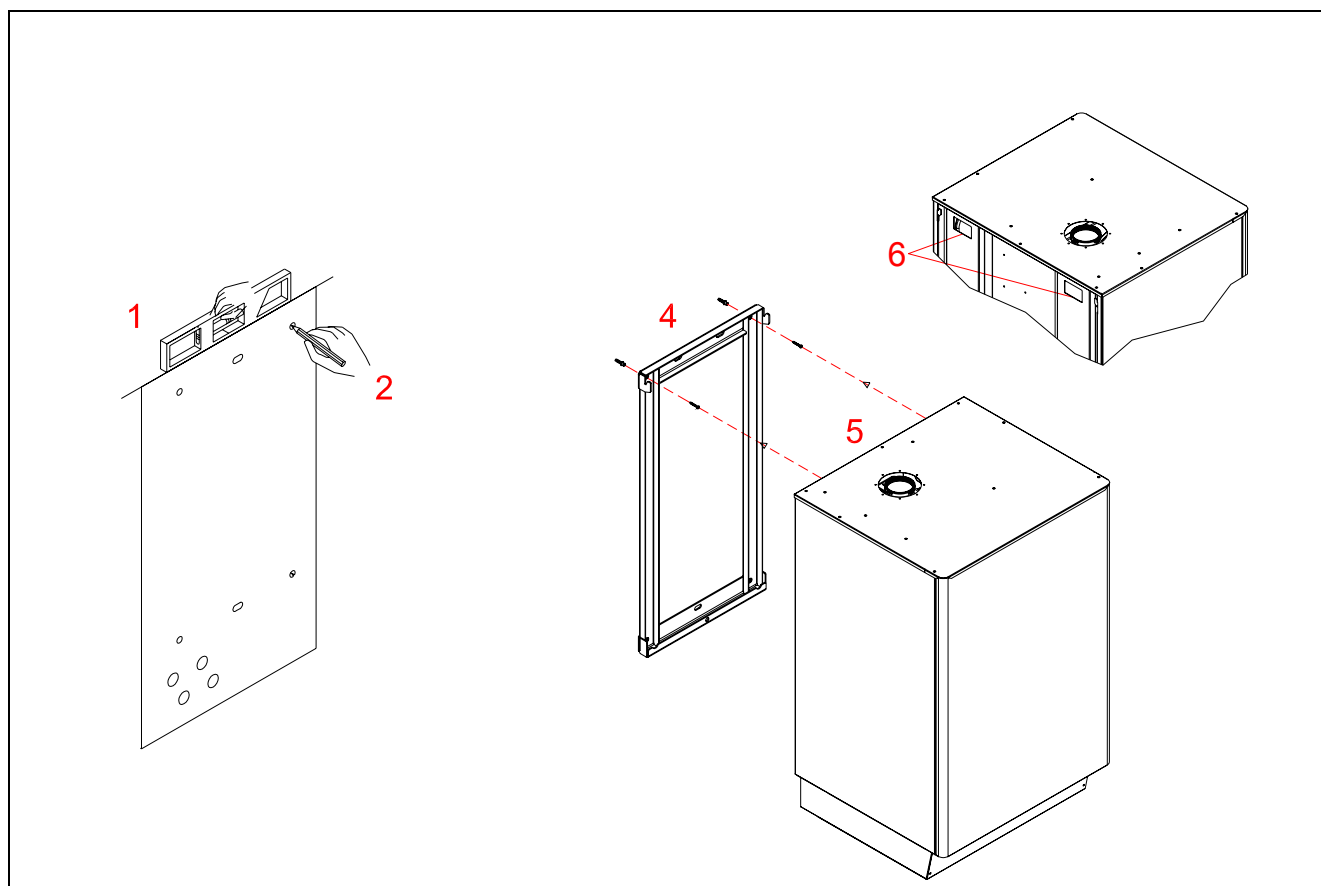

Figura 18 – INSTALLAZIONE DELLA CALDAIA
- 1) Con l'aiuto di una livella a bolla d'aria, fissare la dima di montaggio alla parete dove si intende installare la caldaia e segnare i punti per inserire le viti a tassello Ø10 e i punti dei raccordi andata e ritorno dell'impianto (Figura 18 particolari 1 e 2).
- 2) Realizzare i fori e procedere al fissaggio del telaio a muro (Figura 18 particolare 4).
- 3) Agganciare la caldaia utilizzando le asole sul telaio (Figura 18 particolari 5 e 6). Assicurarsi che la caldaia sia stabilmente fissata alla parete e procedere con i collegamenti idraulici ed elettrici.